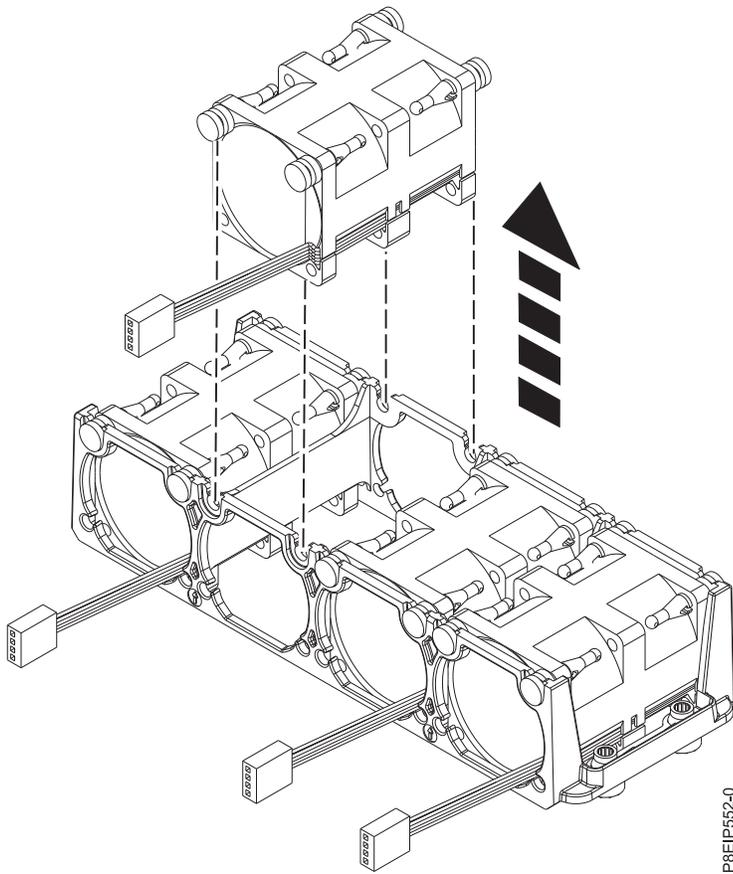

Abbildung 17. Lüfter ausbauen
3. Drücken Sie den Lüfter aus der Halterung nach oben (siehe Abb. 17 auf Seite 22).